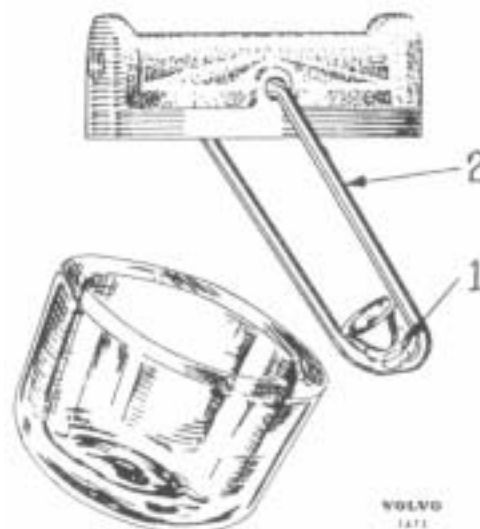

Bild 27. Bränslefilter.
Ungefär en gång i veckan bär detta filter demonteras och rengöras. Före demontering inställes bränslekranen på stängt läge. Demonteringen sker genom att muttern (1) lossas och bygeln (2) föres åt sidan (se bild 27).